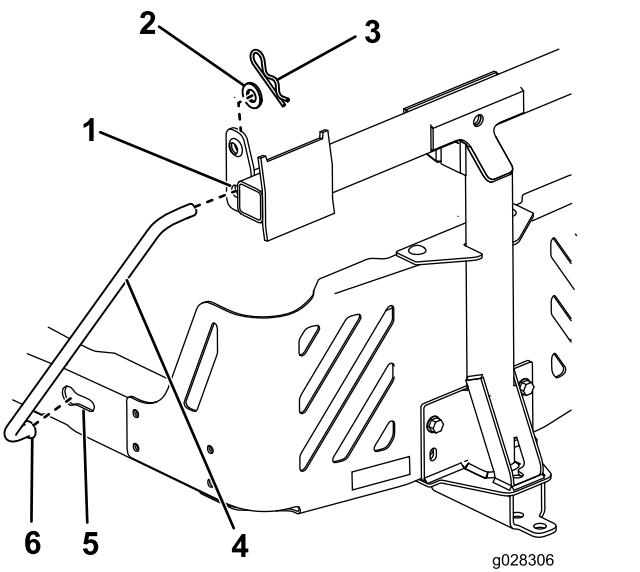

Figure 13
- Insérez les extrémités coudées des tiges dans le support de fixation d'accessoire, comme montré à la Figure 13, et fixez-les avec une rondelle et une goupille fendue.